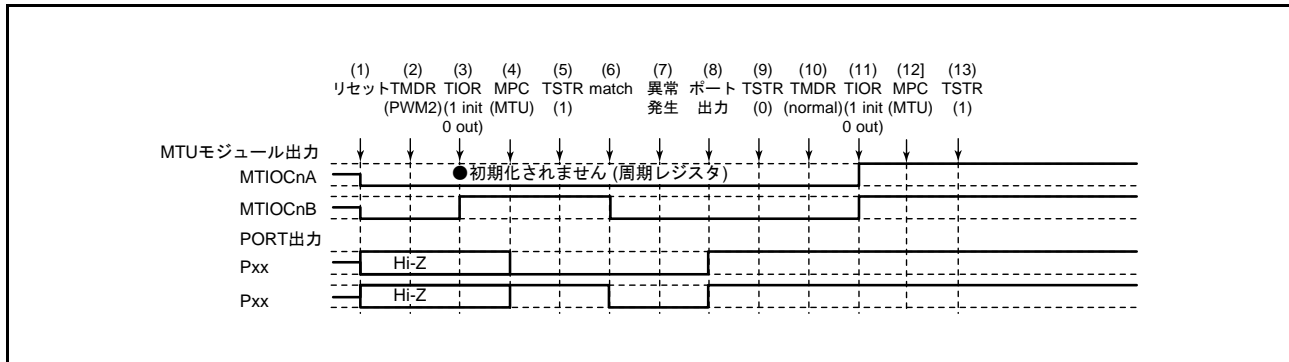

図 23.128 PWM モード 2 で異常が発生し、ノーマルモードで復帰する場合
PWM モード 2 で異常が発生し、再設定後ノーマルモードで再スタートする場合の説明図を図 23.128 に示します。
(1) ~ (9) は図 23.128 と共通です。
(10) PWM モード 1 を設定します。
(11) TIOR レジスタで端子を初期化してください。なお、PWM モード 1 では MTIOCnB (MTIOCnD) 端子に波形が出力されません。出力すべきレベルがある場合は、I/O ポートのポート方向レジスタ (PDR)、ポート出力データレジスタ (PODR) で汎用出力ポートの設定をしてください。
(12) MPC と I/O ポートのポートモードレジスタ (PMR) で MTU 出力としてください。
(13) TSTR レジスタで再スタートします。
(15) PWM モード2で動作中に異常が発生し、PWM モード2で再スタートする場合の動作
(1)～(9)は図 23.128 と共通です。
(10) PWM モード2で再スタートする場合には必要ありません。
(11) TIOR レジスタで端子を初期化してください。なお、PWM モード2では周期レジスタの端子に波形が出力されません。出力すべきレベルがある場合は、I/O ポートのポート方向レジスタ (PDR)、ポート出力データレジスタ (PODR) で汎用出力ポートの設定をしてください。
(16) PWM モード2で動作中に異常が発生し、位相計数モードで再スタートする場合の動作
(10) 位相計数モードを設定します。
(11) TIOR レジスタで端子を初期化してください。
(17) 位相計数モードで動作中に異常が発生し、ノーマルモードで再スタートする場合の動作